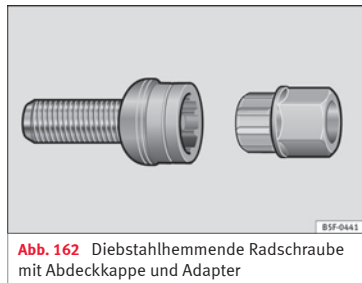

Abb. 162 Diebstahlhemmende Radschraube mit Abdeckkappe und Adapter
- Setzen Sie den Adapter bis zum Anschlag in die diebstahlhemmende Radschraube ein » **Abb. 162.**